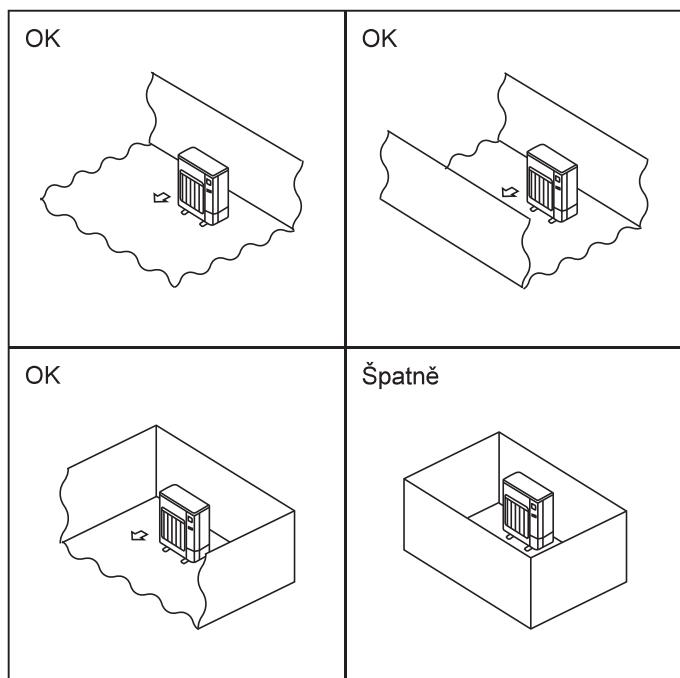

Fig. 2-2
- ◎ Venkovní jednotky instalujte na místa, kde je alespoň jedna z jejich čtyř stran otevřená a prostor je dostatečně velký a bez prohlubní. (Fig. 2-2)